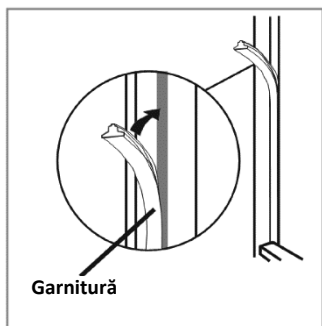

Fig. 12
- umpleți spațiul de pe partea care nu este prinsă cu balamale cu garnitura/banda de etanșare prevăzută, așa cum se arată în Fig. 12.